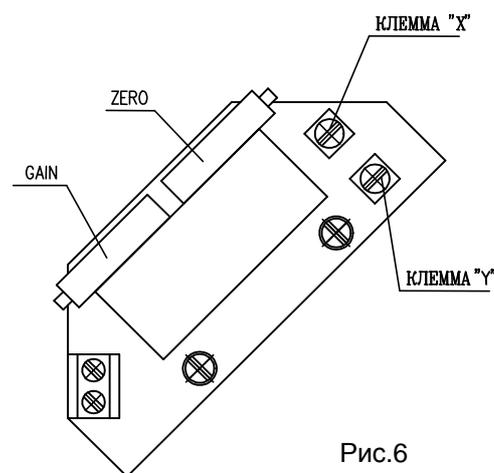

Рис.6
### 4.4.1 EPV - 2-проводниковое включение (рис.6)
- Установте датчик сопротивления на основании инструкций в предыдущей главе так, что величину сопротивления измеряйте на клеммах X-Y (рис.6). (употреблен датчик с сопротивлением 100Ω)
- Поворачиванием устанавливающего триммера ZERO (рис.6) установте величину выходного сигнала тока, измеряемого на клеммах 81-82, на величину 4 мА.
- Поворачиванием устанавливающего триммера GAIN (рис.6) установте величину выходного сигнала тока, измеряемого на клеммах 81-82, на величину 20 мА.
- Установте датчик сопротивления на основании инструкций в предыдущей главе так, что величину сопротивления измеряйте на клеммах X-Y (рис.6).